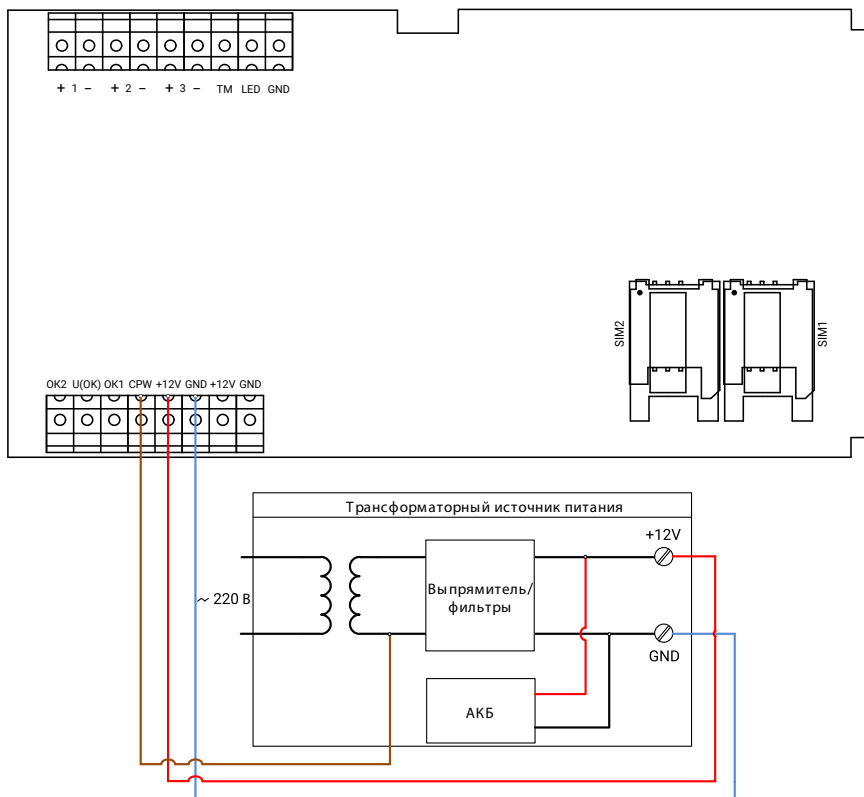

Рисунок 2. Схема подключения трансформаторного источника питания стороннего производителя
- *При использовании трансформаторного источника питания - подключите клемму панели «CPW» ко вторичной обмотке трансформатора источника питания (см. рис. 2);*